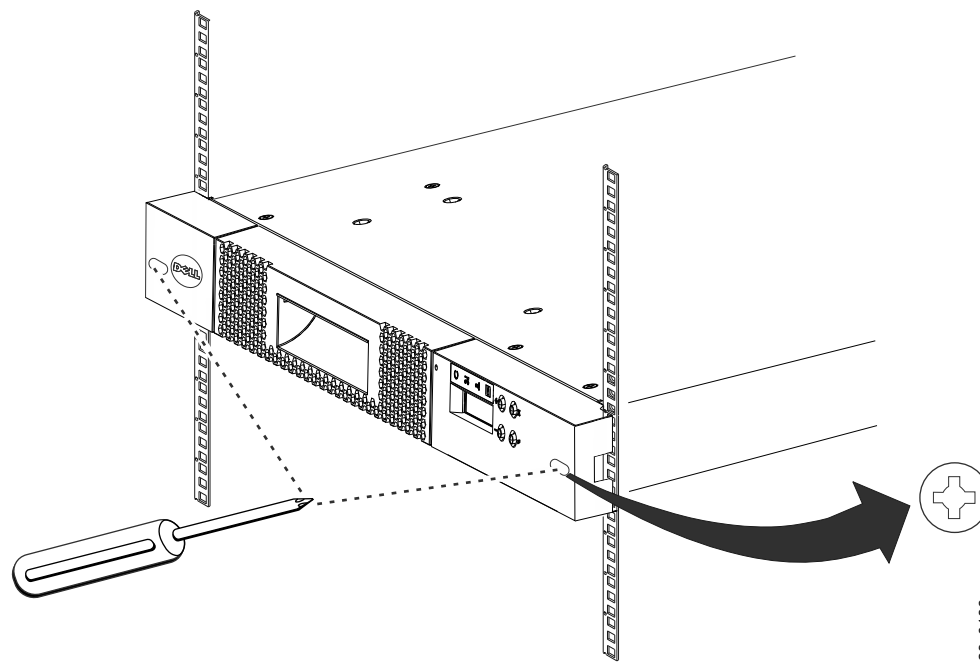

Figure 15. Fixation de l'avant de la bandothèque à l'armoire
8. Faites glisser le châssis de la bandothèque dans l'armoire. Les têtes des grandes vis **11** sont visibles à travers les ouvertures ovales de chaque côté du panneau. Utilisez un tournevis cruciforme pour fixer ces vis à l'armoire (Figure 15, à la page 27).